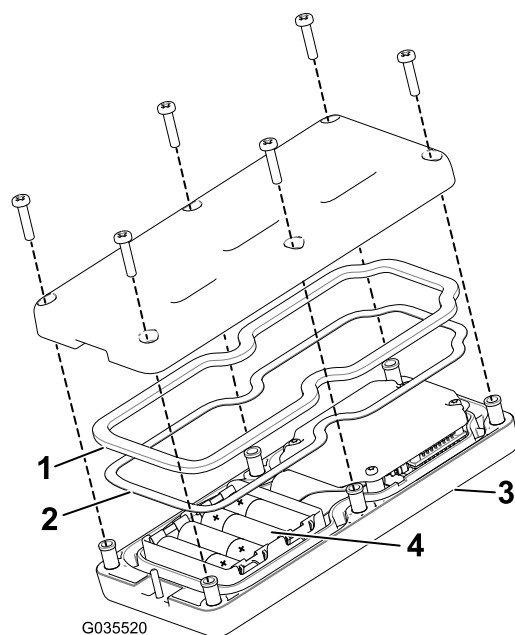

Рисунок 24
Примечание: Если батарейки будут установлены неправильно, пульт не будет поврежден, но и не будет работать. В гнезде имеется тиснение с обозначениями полярности каждой клеммы (Рисунок 24).
уплотнение находятся в канавке пульта дистанционного управления (Рисунок 24).
4. Закрепите крышку 6 винтами (Рисунок 24) и затяните их с моментом 1,5–1,7 Н·м.